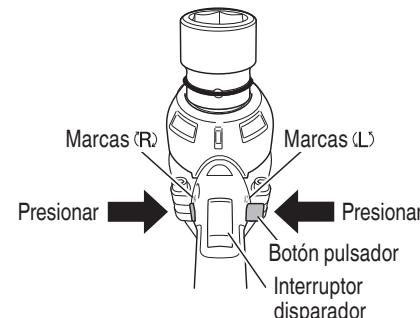

Fig. 10
El manguito girará hacia la derecha (mirándola desde atrás) al oprimir el lado R (der.) del botón pulsador. El lado L (izq.) del botón pulsador se usa para hacer girar el manguito hacia la izquierda. (Vea la Fig. 10). (Las marcas (L) y (R) están en el cuerpo de la herramienta).